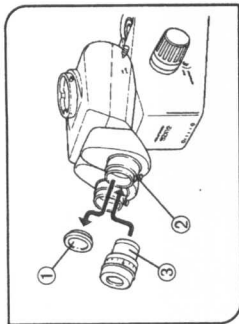

Abb. 9
- 6 Montage des Okulars (Abb. 9)**
1. Die Okularkappen ① entfernen und die Feststellschrauben für die Okulare ② vollständig lösen.
4. Beide Feststellschrauben für die Okulare ② festziehen.